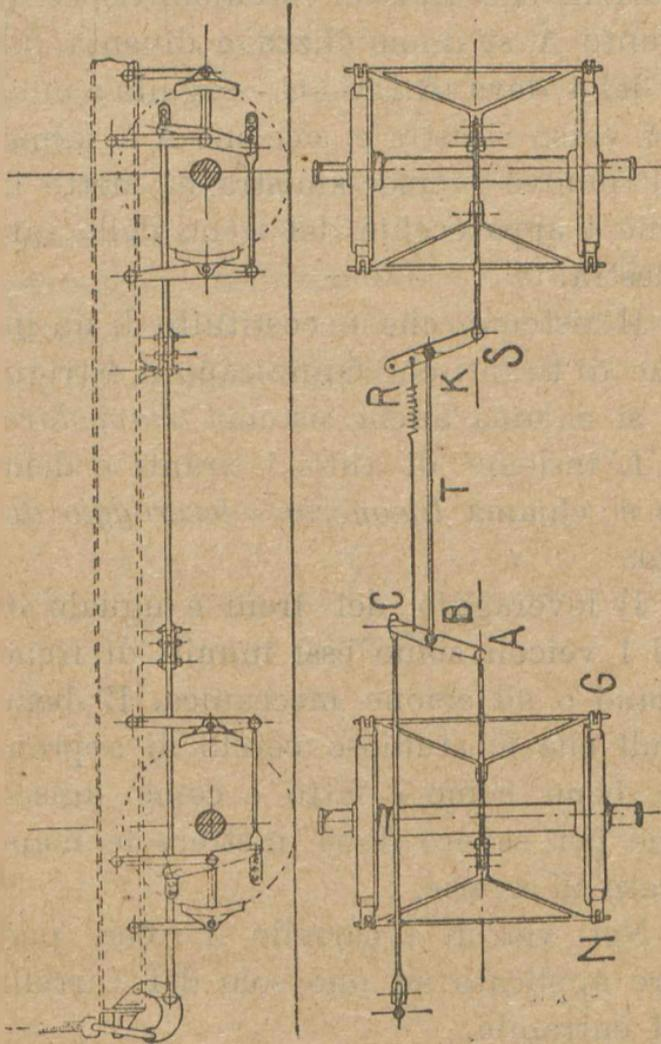

Fig. 4
6. Per le due sale di uno stesso veicolo si hanno due sistemi identici a quello descritto, che sono collegati fra di loro come è indicato nella *Fig. 4*.